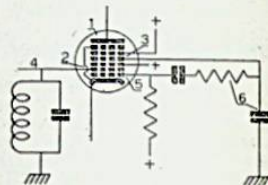

Fig. 1
In afwijking tot de reeds van Philips bekende schakeling met de EQ80, waarin de twee stuurroosters zijn verbonden met twee gekoppelde kringen, wordt hier slechts een enkele kring toegepast. Zoals uit fig. 1 blijkt is deze kring (4) verbonden met het tweede